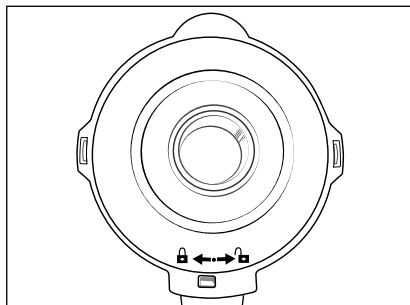

Fig. 2
- 4) Sæt låget **2** forskudt på blenderkanden **3** igen. Luk låget **2** ved at dreje det med uret til position , indtil det klikker hørbart på plads (se fig. 2).